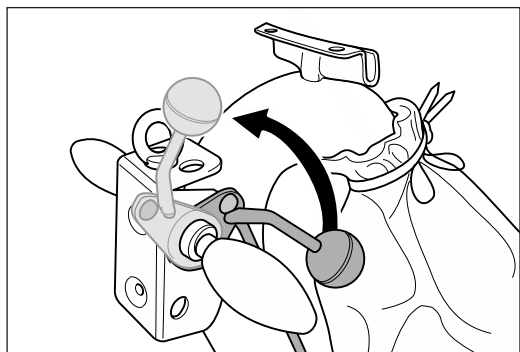

Abb. 16 Den Ablasshebel am Handgriff bis zum Anschlag nach oben ziehen. Dadurch wird die Schleifwalze vom Boden abgehoben.
- Vor dem Einschalten der Maschine immer die Schleifwalze vom Boden abheben (Abb. 16)!
- 1 Ziehen Sie den Ablasshebel am Handgriff bis zum Anschlag nach oben (Abb. 16). Dadurch wird die Schleifwalze vom Boden abgehoben.
- 1 Ziehen Sie den Ablasshebel am Handgriff bis zum Anschlag nach oben (Abb. 16)!
- 1 **Ziehen Sie den Ablasshebel am Handgriff bis zum Anschlag nach oben (Abb. 16)!**
- 1 Bevor Sie die Maschine ausschalten, heben Sie die Schleifwalze vom Boden ab. Ziehen Sie dazu den Ablasshebel am Handgriff bis zum Anschlag nach oben (Abb. 16).